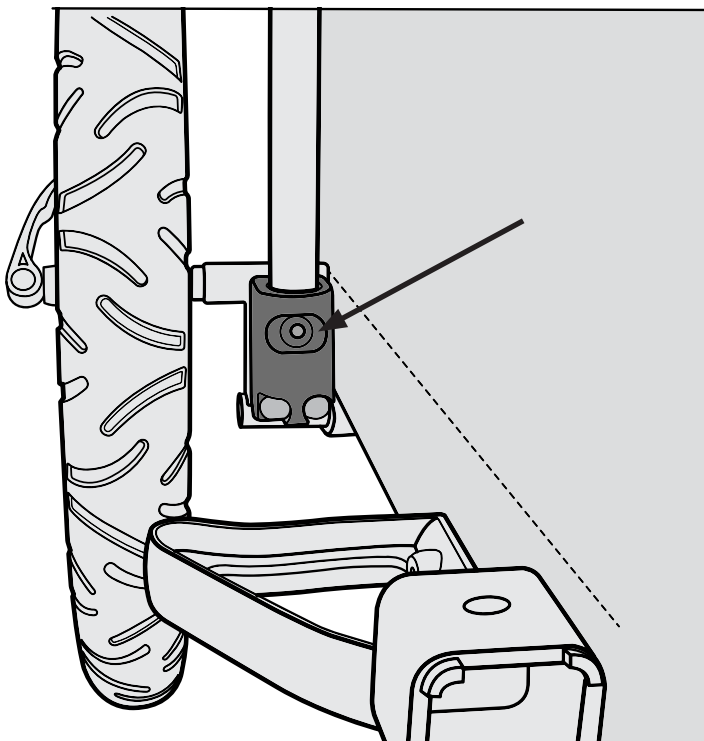

Figure 9
1. On handle ends, push button detents in and slide handle into handle receivers by wheel axles, with handle extending out over trailer rear (narrow end). (Figure 9)
1. Appuyez sur le bouton situé à l'extrémité de la poignée et faites glisser cette dernière dans les récepteurs. La poignée doit s'étendre au-delà de l'arrière de la remorque (extrémité étroite). (Figure 9)
1. Drücken Sie an den Griffenden die Tasteneinrastungen nach innen und schieben Sie den Griff auf die Griffaufnahmen an den Radachsen, sodass der Griff über die Rückseite des Anhängers hervorsteht (schmales Ende). (Abb. 9)